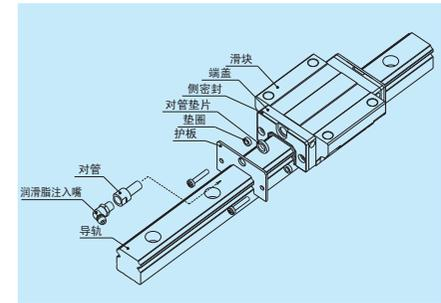

图 7.3 护板
(2) 护板
- 安装护板后在端盖上安装润滑脂注油嘴时需要图 7.3 所示的对管，因此请指定带有对管的组件。